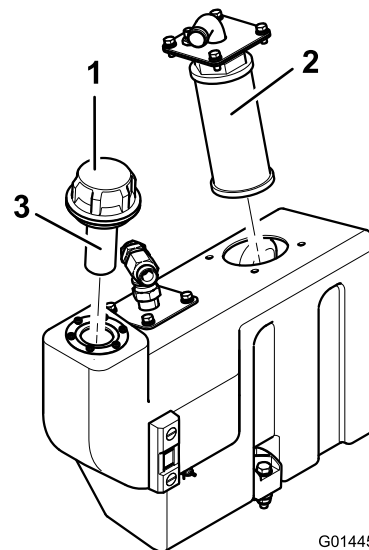

Figura 73
- Retire la brida de aspiración del depósito de aceite para tener acceso al filtro de aspiración (Figura 73).
- Desenrosque y retire el filtro de malla y límpielo con queroseno o gasolina antes de instalarlo (Figura 73).